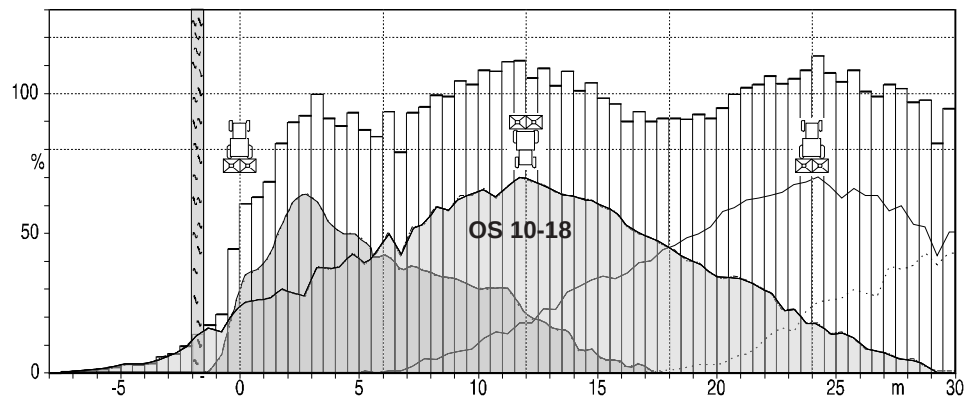

Fig. 4.3
- vil anlægge kørespor på 10 og 12 m (Fig. 4.3 og 4.4).
Grænsespredning (med grænsespredeskærm) på 1,5 m afstand ved 18 kørespor meget godt, da der ikke bliver kastet noget gødning over markgrænsen. Bliver der derimod kørt med den samme skovlindstilling på 12 m eller 10 m køresporsafstand (ved nogle gødningstyper som f. eks. KAS, er det muligt at opnå en optimal tværfordeling ved 10-18 m arbejdsbredde med den samme skovlindstilling), kaster OS 10-18 spredetallerkernerne en beagtelig gødningsmængde (ca. 4,5 til 6,5 m bredt) ud over markgrænsen ved tilbagekørsel (se Fig. 4.3).